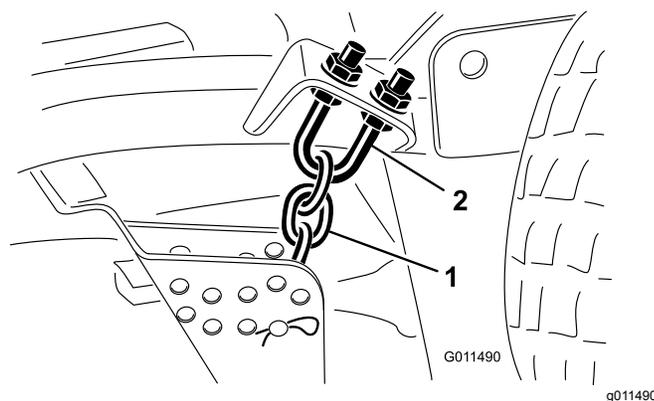

Рисунок 103
1. Отпустите верхние или нижние контргайки на П-образном болте цепи регулировки высоты скашивания (Рисунок 103).